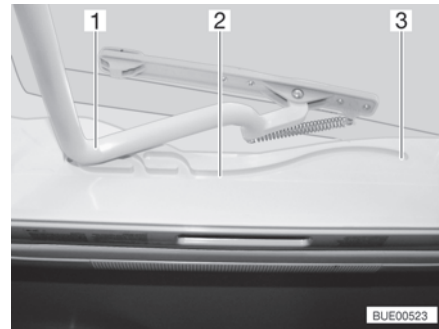

Fig. 80 Claraboya Heki, guía
- Tirar el estribo (Fig. 80,1) en las guías (Fig. 80,2) hasta la posición trasera final (Fig. 80,3).
- Empujar el estribo (Fig. 80,1) ligeramente hacia arriba con ambas manos.
- Tirar el estribo en las guías (Fig. 80,2) hasta la posición deseada.